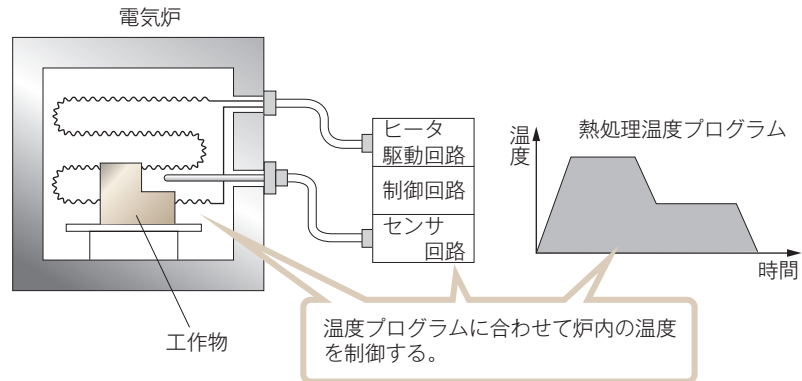

図24 プログラム制御の例
① desired value
② feedback control
③ controlled object
④ controlled variable
⑤ fixed command control
⑥ follow-up control
● **追従制御** 変化する目標値に合わせる制御である。追従制御は、自動車のハンドルの回転に合わせて前輪を旋回させるような時間的に不規則に変化する目標値に合わせた制御である。また、このほかに**プログラム制御**^①がある。これは図24に示すように、前もってプログラムされた時間ごとの温度になるようにする制御である。
問 4 図24で示されたプログラム制御の例について、熱処理プログラムのグラフにあった温度制御を電気炉のヒータ駆動回路のON, OFFを用いて説明せよ。